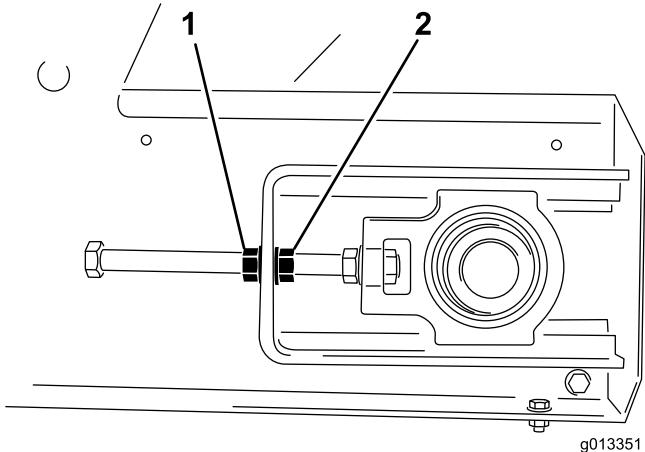

Figura 55
- Com duas chaves, segure uma extremidade da barra tensora estacionária e, em seguida, desaperte a porca de bloqueio, a porca mais próxima da extremidade da barra (Figura 55).
- No lado em que a correia está desajustada, segure a extremidade da barra tensora estacionária e, em seguida, desaperte a porca de bloqueio e aperte a porca de ajuste em duas faces da porca (Figura 55).